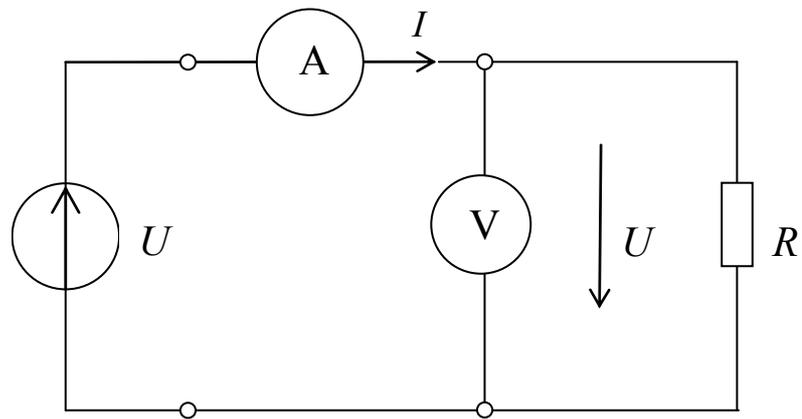

Рис. 1.3
2. Соберите цепь по схеме (рис. 1.3), используя источник постоянного напряжения из блока генераторов и блок сопротивления R_1 , соответствующий вашему варианту, а также мультиметры в режимах измерения тока и напряжения.
3. Чем определяется погрешность измерения тока в схеме, приведенной на рис. 1.3?
4. Почему будут отличаться показания вольтметра и напряжение, выставленное на источнике питания, в схеме, приведенной на рис. 1.3?